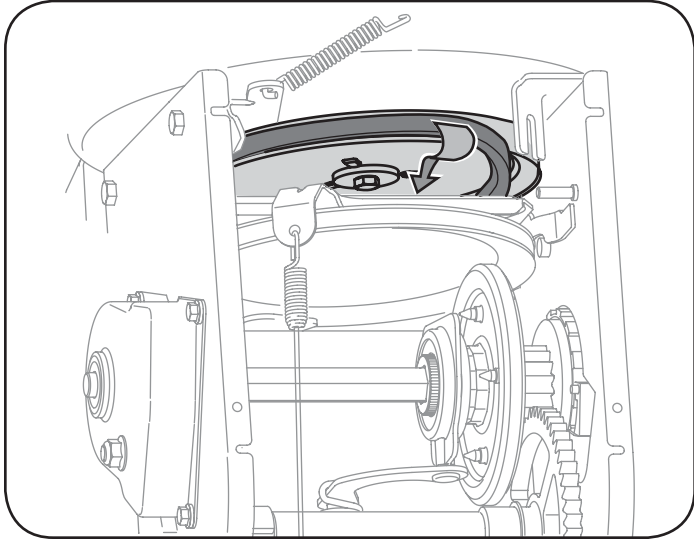

Figure 35
7. Dégagez la courroie de la poulie de la tarière et faites glisser la courroie en le support et la poulie de la tarière. Voir la Figure 35.